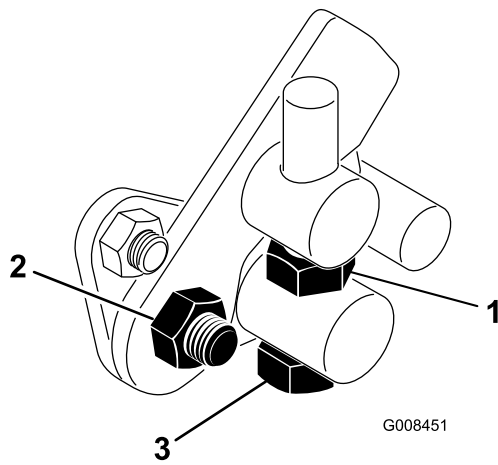

図 45
1. トラニオン・ボルトのジャムナットをゆるめる（図 45）。
4. トラニオン・ボルトのジャムナット、およびペダル・ピボットのナットを締め付けて調整を固定する（図 45）。調整を確認し、必要に応じて再調整する。